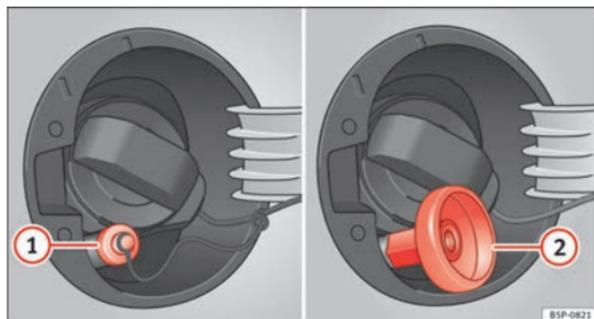

Fig. 160 Tapa del depósito abierta con boca de carga de GLP y adaptador.
- Destape la boca de carga de gas ⇒ fig. 160 .